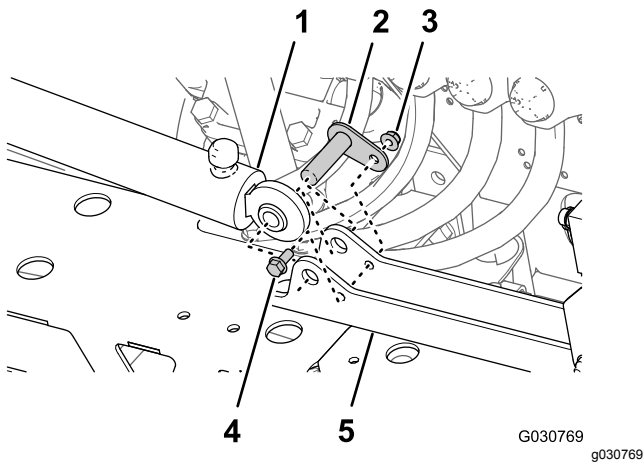

图94
1. 将在 拆卸提升油缸 \(页码 24\) 的步骤 4 中卸下的提升油缸的固定端与油缸安装座中的 16mm 孔对齐 图94。
- 用枢轴销、凸缘头螺栓和凸缘螺母将油缸安装在油缸安装座上 图94。